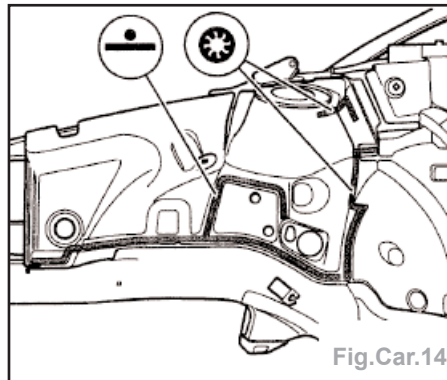

Fig.Car.14
- souder le passage de roue sur le longeron inférieur à la pointeuse électrique (Fig.Car.14),